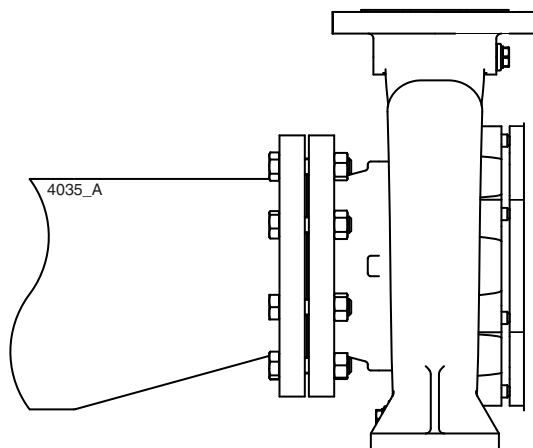

Abbildung 7: Exzentrisches Reduzierstück zum Ansaugflansch.
- Der Durchlass der Saugleitung muss genügend groß sein. Diese Leitung ist zur Vermeidung von Luftsäcken so kurz wie möglich und zur Pumpe hin ansteigend zu verlegen. Ist dies nicht möglich, so muss am höchsten Punkt der Saugleitung eine Entlüftungsmöglichkeit vorgesehen werden. Hat die Saugleitung einen größeren Querschnitt als der Saugstutzen, muss ein exzentrisches Reduzierstück eingesetzt werden, sodass kein Luftsack und keine Wirbel entstehen können. Siehe Abbildung 7.